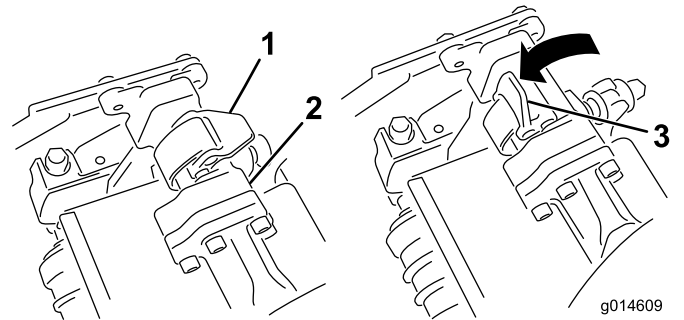
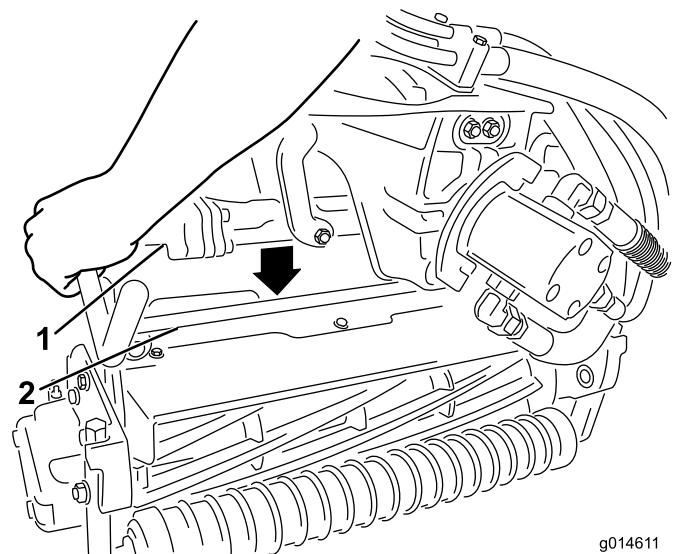

図 33
図 34
4. サスペンション・アームのバーについているラッチを上向き（開いた状態）にして（図 33）、サスペンション・アームを押し下げて、バーを、カッティングユニットのバーの上に被せるようにする（図 34）。
5. ラッチを下げるとカッティングユニットのバーがロックされてユニットがアームにセットされる (図 33)。
5. 取り外したいカッティングユニットのサスペンション・アームのバーについているラッチを開く(図33)。